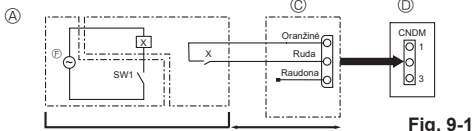

Fig. 9-1
9.1. Mažo triukšmo režimas (modifikacija vietoje) (Fig. 9-1)